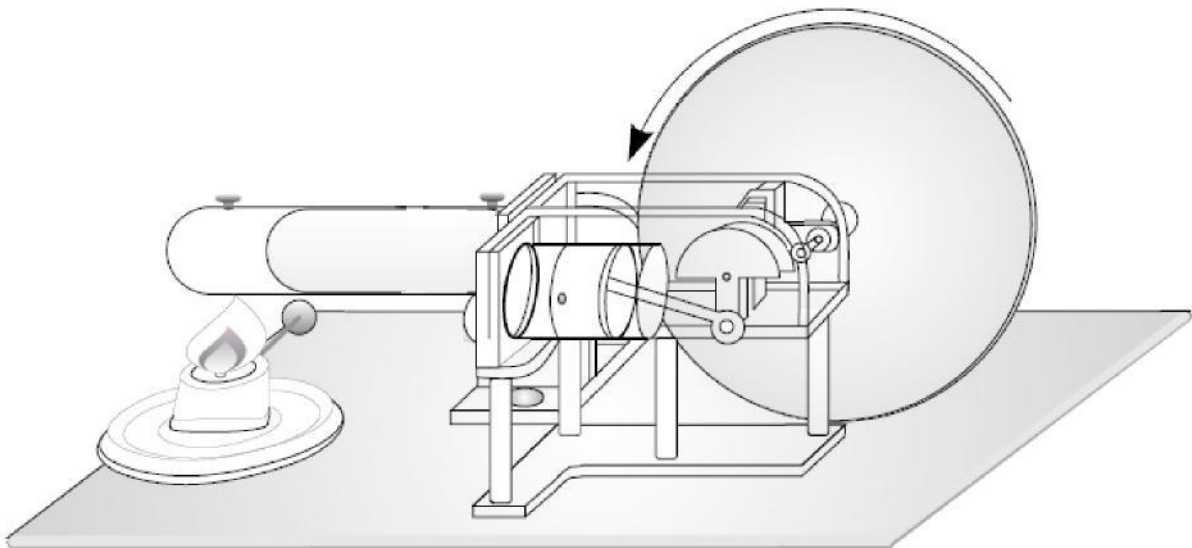

Fig. 2 Der Stirlingmotor als Wärmekraftmaschine
- Verdrängerkolben in die hinterste Position bringen und nach kurzer Erwärmungszeit (ca. 1 bis 2 Minuten) Schwungrad durch leichtes Anziehen in Uhrzeigersinn (aus Blickrichtung Motor-Generator-Einheit) in Bewegung versetzen (siehe Fig. 2).